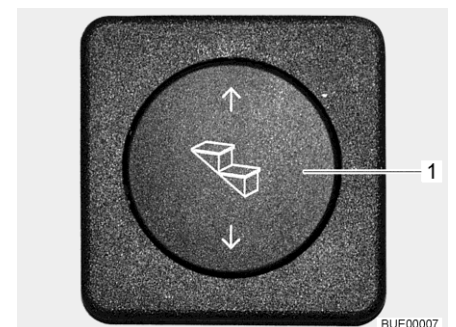

Fig. 9 Tasto di comando dello scalino di ingresso
- Estrazione:** ■ Premere in basso il tasto di comando (Fig. 9,1) e tenerlo premuto (almeno 3 secondi), fino a che lo scalino di ingresso è stato completamente estratto.
- Inserimento:** ■ Premere verso l'alto il tasto di comando (Fig. 9,1) fino a che lo scalino di ingresso è completamente inserito.